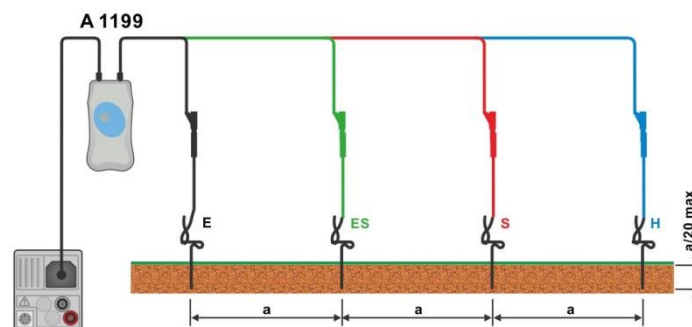

Abbildung 7.66: Messung des Spezifischen Erdwiderstands
- › Schließen Sie die Prüfleitungen an den Erdsonden an, siehe **Abbildung 7.66**